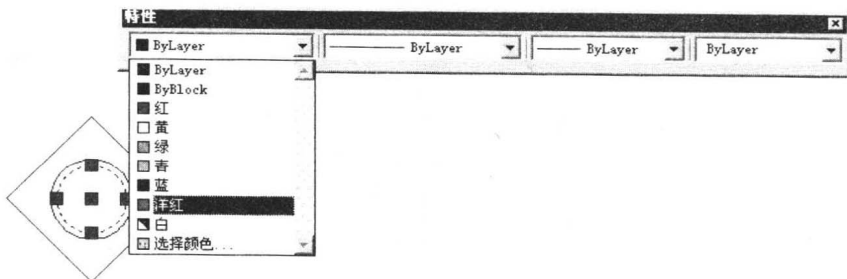

图 1-33 修改对象颜色
- 11 选择内部的圆形，然后展开“特性”工具栏中的“颜色控制”列表，修改对象的颜色，如图 1-33 所示。